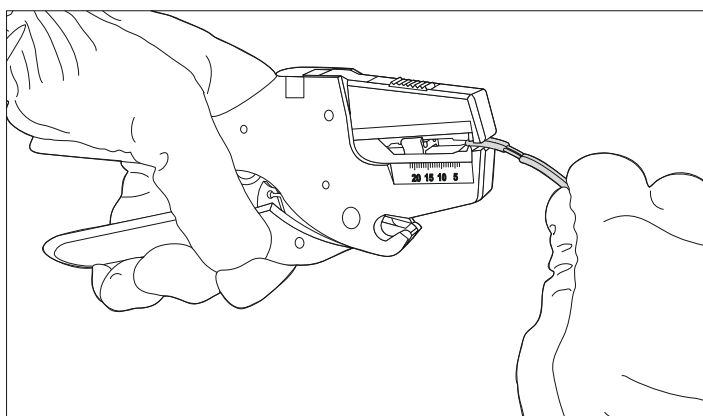

Рисунок 6
- 5.4. Помістити жилу дроти в стрипер, притиснувши кінець до регулятора довжини зачистки (малюнок 4), та видалити ізоляцію (малюнок 5). У разі неповного сходження відрізка ізоляції з жили затиснути його в механізмі утримання і потягнути за провід до повного видалення (рисунок 6).